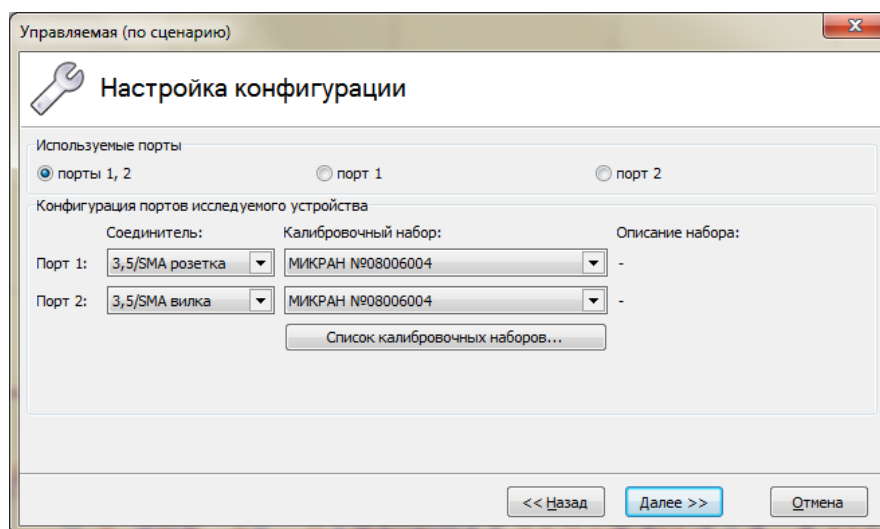

Рисунок 3.7 – Настройка конфигурации
После выбора метода калибровки «Управляемая» либо «Пользовательская» осуществляется переход к шагу «Настройка конфигурации» (рисунок 3.7).
Поле со списком в группе «Калибровочный набор» (рисунок 3.7) позволяет выбрать набор для предстоящей калибровки. В списке отображаются только те наборы, которые имеют в своём составе меры с соединителями, совпадающими с соединителями исследуемого устройства (если не используется метод калибровки «пользовательская»). Кнопка «Список калибровочных наборов...» открывает соответствующее окно (рисунок 3.5).
Шаг 2. Выберите пункт меню «Калибровка > Мастер калибровки». В появившемся окне мастера калибровки выберите метод калибровки – «Управляемая», «Пользовательская» или «Автоматическая». После нажатия кнопки «Далее» в окне настройки конфигурации (рисунок 3.7) выберите радио-кнопку «порты 1, 2».
Шаг 2. Выберите пункт меню «Калибровка > Мастер калибровки». В появившемся окне мастера калибровки выберите метод калибровки – «Управляемая», «Пользовательская» или «Автоматическая». После нажатия кнопки «Далее» в окне настройки конфигурации (рисунок 3.7) выберите радио-кнопку «порт 1» или «порт 2».
- Шаг 2. Выберите пункт меню «Калибровка > Мастер калибровки». В появившемся окне мастера калибровки выберите метод калибровки – «Управляемая», «Пользовательская» или «Автоматическая». После нажатия кнопки «Далее» в окне настройки конфигурации (рисунок 3.7) выберите радио-кнопку «порт 1» или «порт 2».